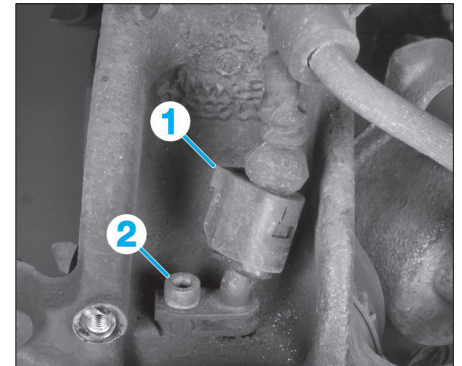

FIG. 32
- Débrancher le connecteur (1) du capteur de vitesse (Fig.32).
- Déposer la vis (2) du capteur de roue.